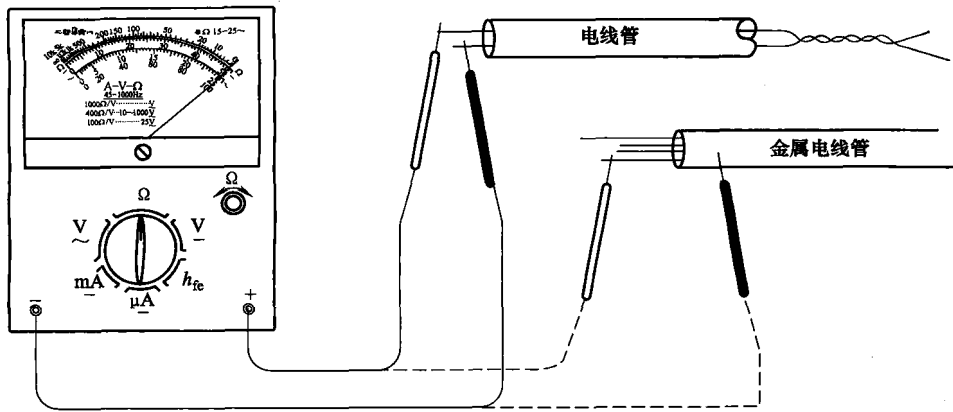

图 1-7 使用万用表欧姆挡测量导线是否断芯
- ① 挡位调整旋钮置于 $\Omega \times 1$ 挡。
- ② 做欧姆调零。
- ③ 将穿管导线的一端线芯短接。
- ④ 表笔不分“+”、“-”，接触待测的导线，表针指 0 为完好，表针不动则是有断线。
- ⑤ 若测量结果如图 1-7 所示，说明导线线芯完好。
- ⑥ 如果穿管的导线不只有两条，则可通过反复测量，确定是哪一条线断芯。也可以利用